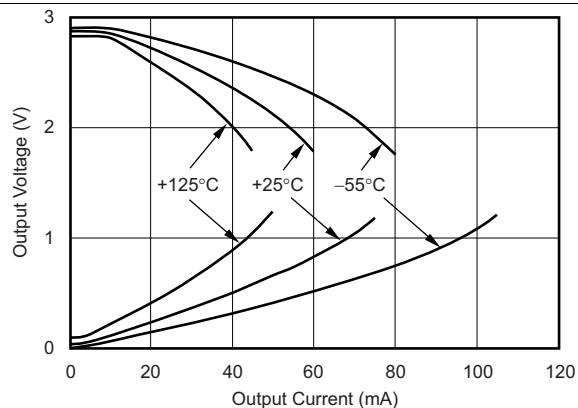
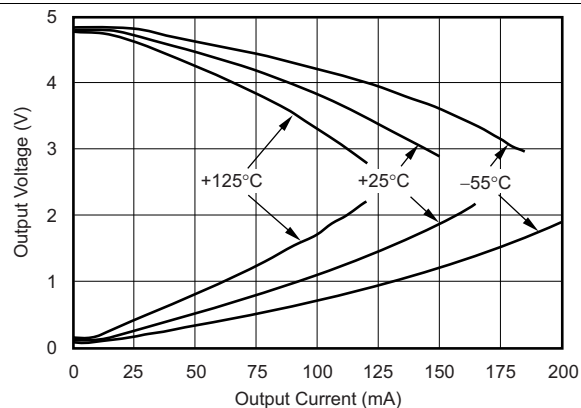
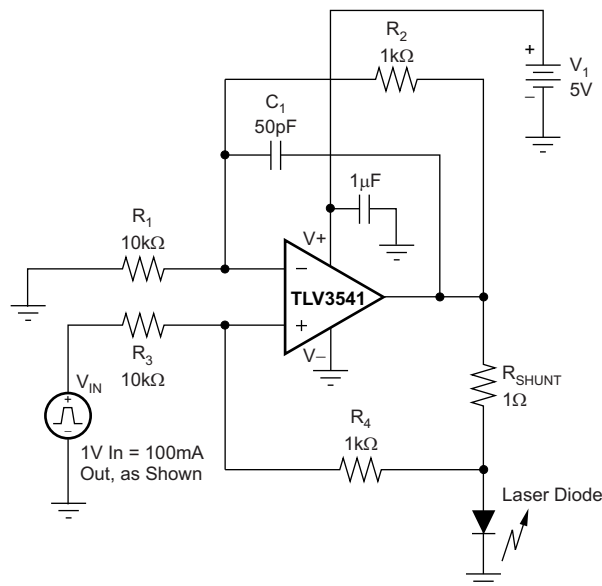
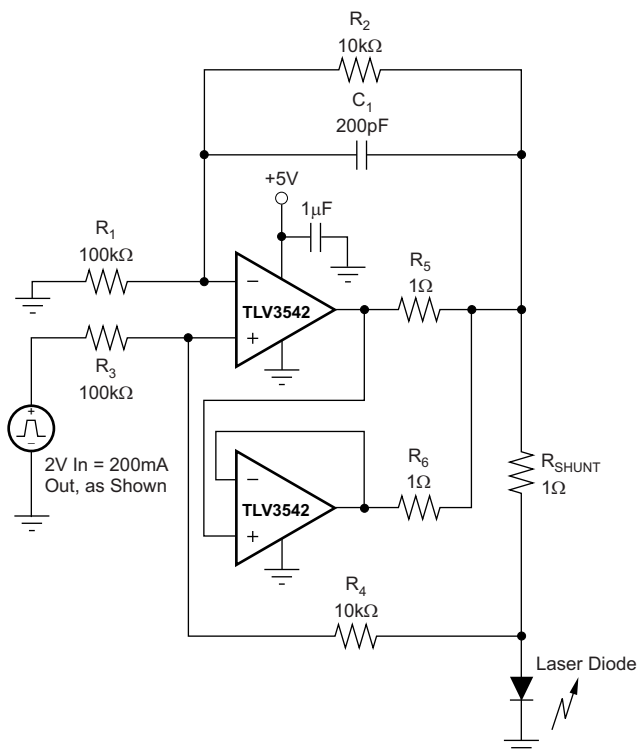

图 13.
图 14.
图 20. 激光二极管驱动器
图 21. 并行运行
(1) 请参阅有关输出电压摆幅与输出电流间的关系 ( 图 13 和 图 14 ) 的典型特性曲线。
(2) 根据设计确定。
(3) 在此温度范围内工作将不会损坏部件。不过, 可能出现性能下降。
采用具有共源晶体管的 AB 类输出级来实现轨至轨输出。对于高阻抗负载 ( $> 200\Omega$ ), 输出电压摆幅通常在距离电源轨 100mV 范围内。在  $10\Omega$  负载下, 可在保持高开环增益的同时实现有用输出摆幅。请参阅有关输出电压摆幅与输出电流间的关系 (图 13 和 图 14) 的典型特性曲线。
TLV354x 输出级可提供  $\pm 100\text{mA}$  的持续输出电流, 并且在 5V 电源供电的条件下提供大约 2.7V 的输出摆幅, 如图 20 中所示。为确保最大可靠性, 不建议运行超过  $\pm 100\text{mA}$  的持续直流电流。请参阅有关输出电压摆幅与输出电流间的关系 (图 13 和 图 14) 的典型特性曲线。如需提供大于  $\pm 100\text{mA}$  的持续输出电流, 可将 TLV354x 并行运行, 如图 21 中所示。